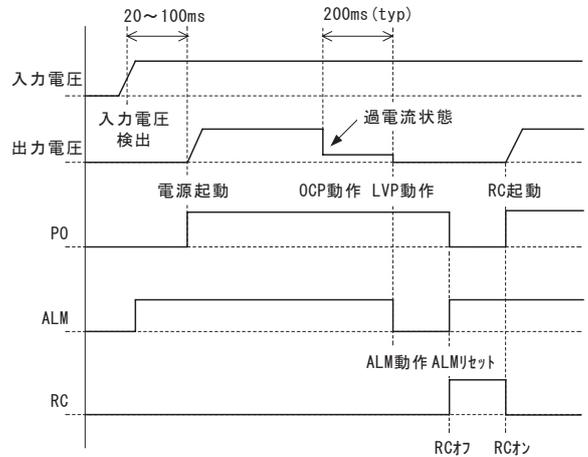

図4.7 SFLSシリーズのシーケンスチャート
- SFLSシリーズの、入力電圧、出力電圧、PO端子、PR端子、ALM端子、RC端子のシーケンスを図4.7に示します。